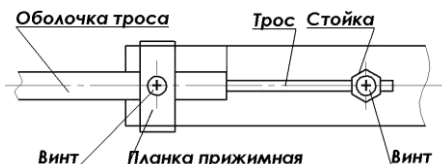

Рис. 5.
4. Присоединить трос управления дроссельной заслонкой (трос газа) к мотоблоку согласно схеме крепления (рис.5).